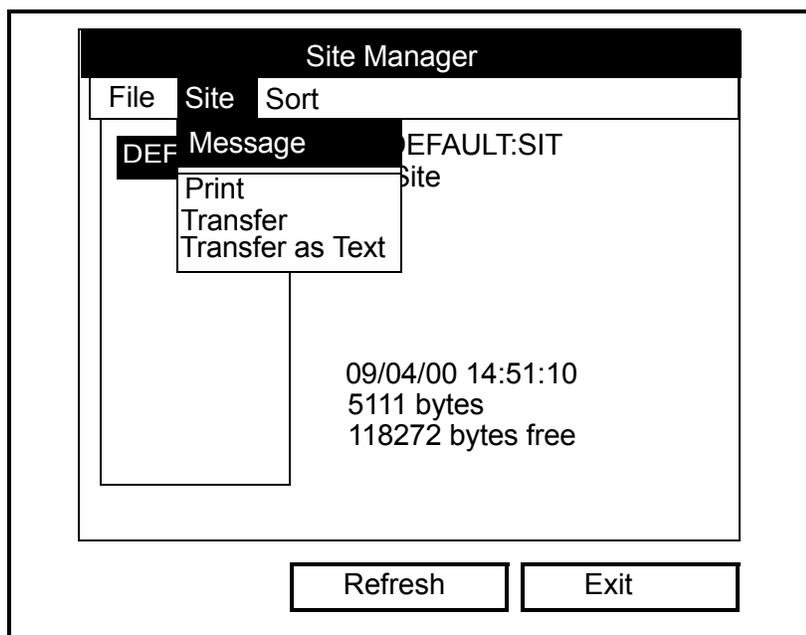

Рис. 4-11. Меню Site Manager (Диспетчер объекта)>Site (Объект)
3. Нажмите [ENTER] (ВВОД), и будет открыто окно как на рис. 4-11 снизу.
2. Однократно нажмите клавишу курсора [▶] для прокрутки от меню *File* (Файл) к меню *Site* (Объект) (см. Рис. 4-11 на стр. 4-10).